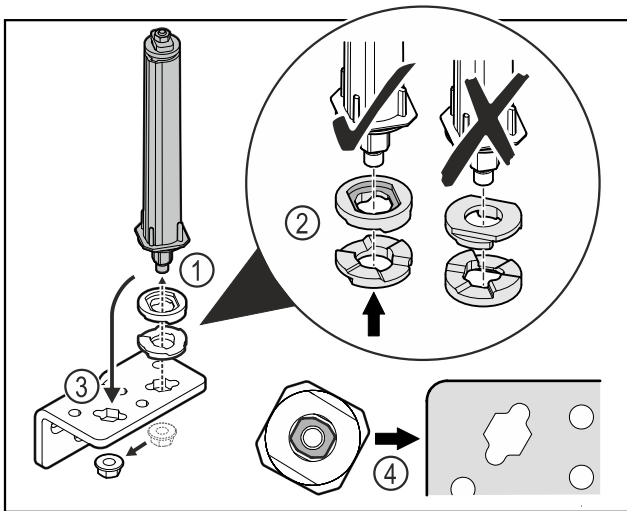

Fig. 32
- ▶ Avaa mutteri ja poista oven sulkuyksikkö Fig. 32 (1).
- ▶ Huomioi korkeudensäätölaattojen oikea kohdistus Fig. 32 (2).
- ▶ Aseta oven sulkuyksikkö saranakulmassa toiseen paikkaan ja kiinnitä mutterilla Fig. 32 (3).
- ▶ Huomioi oven sulkuyksikön oikea kohdistus paikalleen asettamisen yhteydessä Fig. 32 (4).